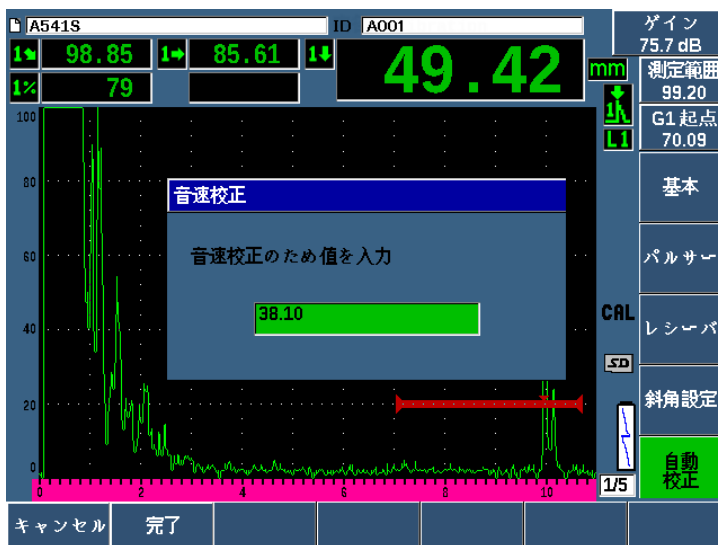

図 9-29 音速校正厚さ値の入力
11. 音速校正ダイアログボックスの値をゲート設定されたエコーからのすでに分っている厚さと適合するように調整します (182 ページの図 9-29 参照)。